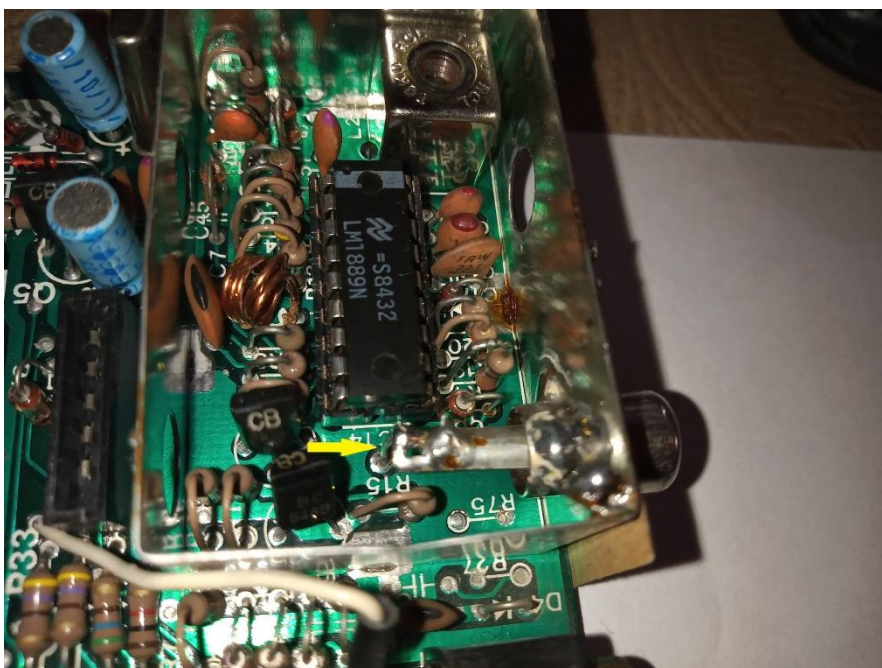

Figura 5
3. Desconectar el cable de RF que va a la ficha de salida RCA para poder conectar la salida de video compuesto. Es el que indica la flecha amarilla en la Figura 5.